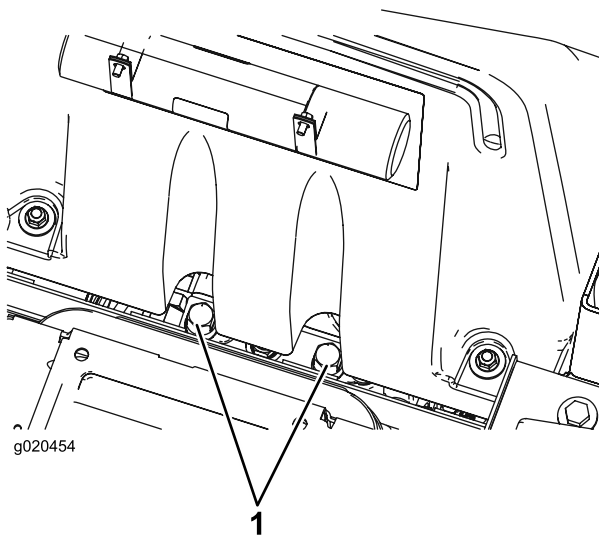

Figura 30
1. Levante el asiento y localice las válvulas de desvío, que están situadas debajo de la parte delantera del depósito de combustible (Figura 30).